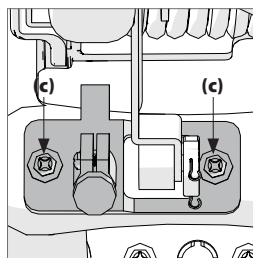

Рис. 7
- Ослабьте два винта, показанные на **рис. 7 (в)**.